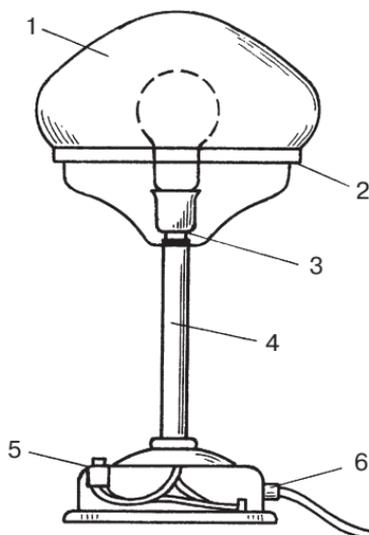

Рис. 62. Настольная лампа: 1 — абажур; 2 — ободок; 3 — патрон; 4 — корпус; 5 — выключатель; 6 — изолирующая втулка
*Настольный светильник (рис. 62).* Настольные лампы бывают различного вида, формы и назначения. Та-